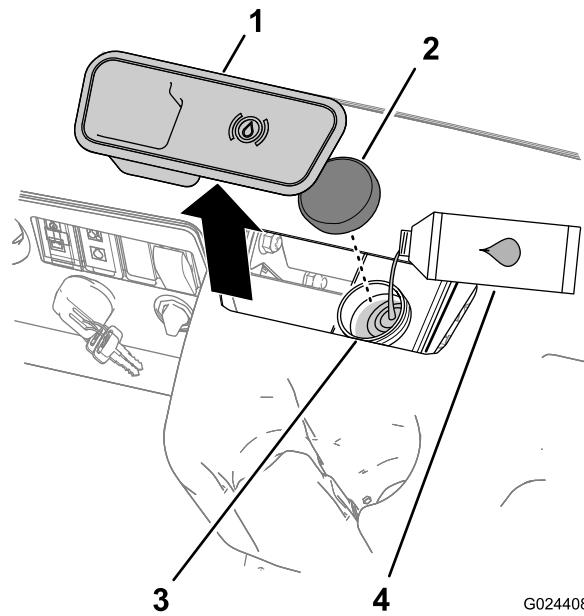

Figure 13
2. Enlevez l'obturateur en caoutchouc au centre et en haut du tableau de bord pour accéder au maître-cylindre et au réservoir (Figure 13).
- Nettoyez la surface autour du bouchon du réservoir et enlevez le bouchon (Figure 13).
- Remettez le bouchon du réservoir (Figure 13).